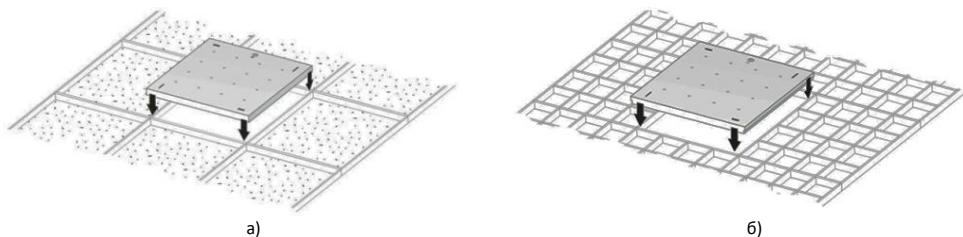

Рисунок 8 — Установка светильника Geniled серии Офис, ЛПО в подвесной потолок.
5.4.6. Установите светильник Geniled на монтируемое место (Рисунок 8). Следите за тем, чтобы кабель не оказался зажат между элементами конструкции потолка и светильника. Убедитесь, что светильник надежно закреплен на потолке.